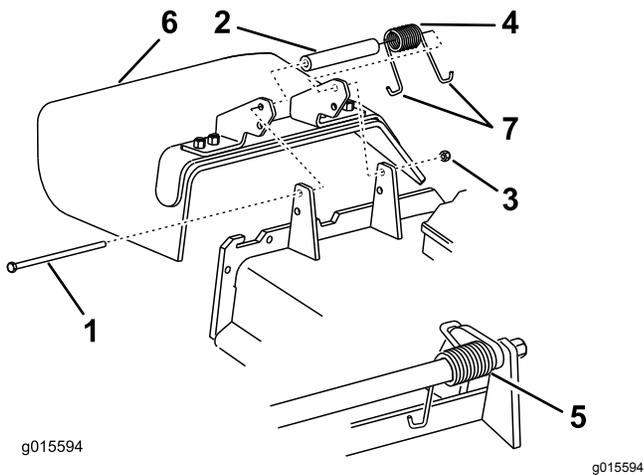

Figura 102
- Retire la contratuerca, el perno, el muelle y el espaciador que sujetan el deflector a los soportes de pivote (Figura 102).
- Retire el deflector de hierba dañado o desgastado (Figura 102).
- Coloque 1 extremo en J del muelle alrededor del deflector de hierba (Figura 102).
Nota: Asegúrese de colocar un extremo con gancho en J del muelle detrás del reborde de la carcasa antes de instalar el perno, según se muestra en Figura 102.